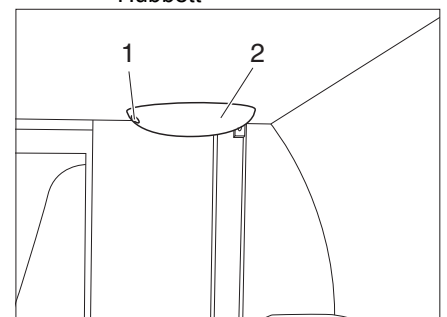

Bild 55 Nottrieb
**Nottrieb** Das elektrische Hubbett ist mit einem Nottrieb (Bild 55, 2) ausgestattet. Bei einem elektrischen Ausfall kann das Hubbett mit einer Kurbel manuell bewegt werden. Die Kurbel befindet sich in der Tasche mit den Bedienungsanleitungen.
- Kurbel in die Öffnung (Bild 55, 1) am Nottrieb stecken und so lange drehen, bis sich das Hubbett auf der gewünschten Höhe befindet.